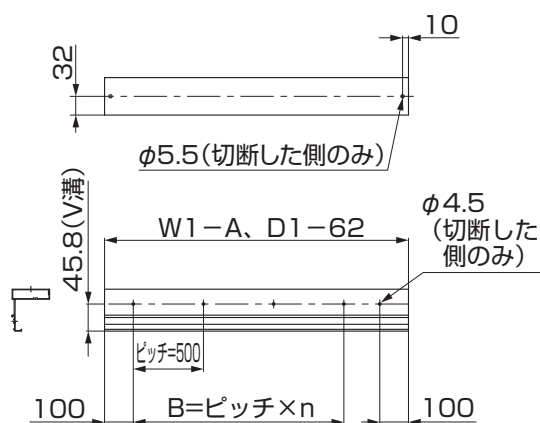
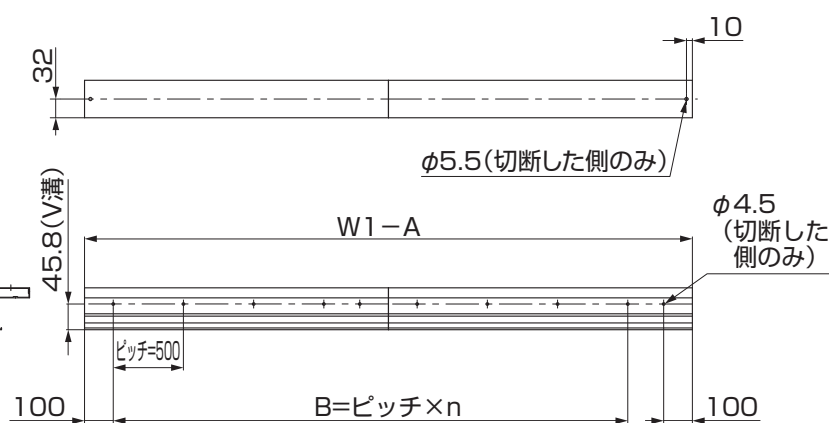

図5-11 部材を1本使用する場合
図5-12 部材を2本使用する場合（間口2.5間、3.0間）
①上枠取付材にφ5.5およびφ4.5の穴加工をしてください。(図5-11、図5-12参照)